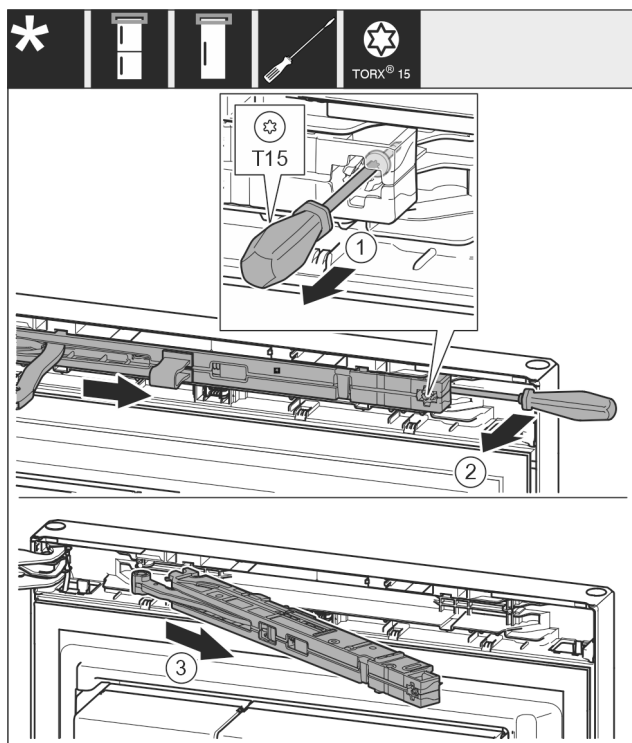

Fig. 13
- Allentare la vite Fig. 13 (1) sull'unità ammortizzatore di chiusura di 14 mm.
- Estrarre l'unità ammortizzatore di chiusura Fig. 13 (2) dal lato della maniglia facendo leva in avanti con un cacciavite.
- Estrarre l'unità ammortizzatore di chiusura Fig. 13 (3).